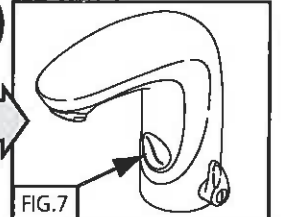

FIG. 7
**Pour le nettoyage du robinet il suffit d'utiliser de l'eau légèrement savonneuse. Rincer avec de l'eau et un chiffon doux. IL EST CONSEILLÉ D'ÉVITER L'UTILISATION DES PRODUITS CORROSIFS (ALCOOL OU ACYDE CLORIDIQUE) OU ABRASIFS QUI POURRAIENT ABÎMER LES FINITIONS EXTERNES (PARTIES CHROMÉES, PEINTURES, ET LA ZONE DES CAPTEURS, VOIR FIG.7). AUTREMENT LA GARANTIE SERA NULLE !**